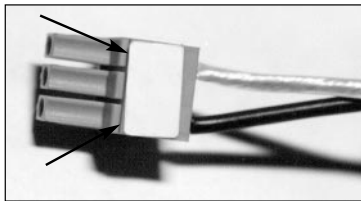

Figure 2 Connecteur d'alimentation
1. Débranchez le connecteur (figure 2) du module AutoTracker.